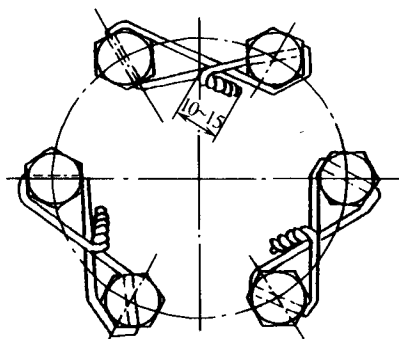

图 1-2 用铁丝锁紧螺栓
(1) 所有机加工的零件,如果在工作面上有毛刺、凸点或锤击伤痕,凡影响装配质量的则均需锉磨修整。
(2) 所有重要零件在装配以前,必须进行彻底清洗并用压缩空气吹净,然后做最后检验。
(3) 发动机和底盘的主要零件螺纹,如有出现断扣、变形或滑牙在有效范围内超过两扣以上而无法修复者,均不能装用。
(4) 主要螺钉均应伸出螺母 1 扣 ~ 3 扣。一般螺钉应不低于螺母,在不妨碍使用的情况下高出螺母两扣以上。凡是用螺纹连接所使用的平垫圈、弹簧垫圈开口销、保险锁片等都要按照规定装配齐全。如果需要用铁丝锁紧螺栓,正确的方法是当螺栓动时,用铁丝拉紧,如图 1-2 所示。